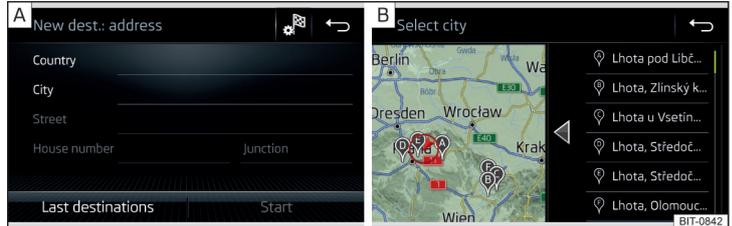

Abb. 229 Ziel über die Adresse eingeben: Hauptmenü / Liste der aufgesuchten Orte
- Die Zieladresse eingeben und anschließend bestätigen » Abb. 229 - **A**.
In Abhängigkeit von der Anzahl der aufgesuchten Orte kann automatisch eine Karte mit einer Liste der aufgesuchten Orte angezeigt werden » Abb. 229 - **B**.